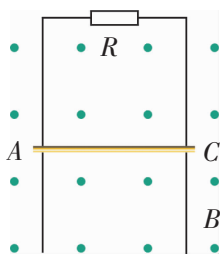

图 1-5-15
2. 如图 1-5-15 所示, 把导轨竖直放在匀强磁场中, 磁场的方向垂直于导轨平面向外. 有一定质量的导体  $AC$  可以贴着光滑竖直长导轨下滑. 导轨接上电阻  $R$ , 导轨和导体的电阻忽略不计. 导体  $AC$  从静止开始下落, 请分析导体的运动情况.